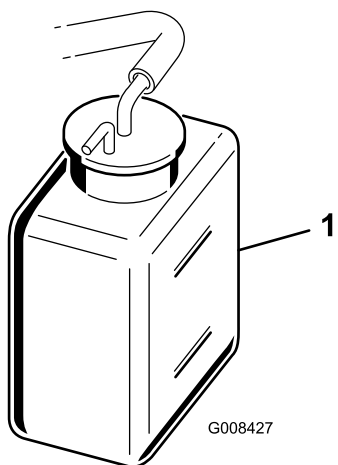

Figura 45
2. Compruebe el nivel de refrigerante (Figura 45).